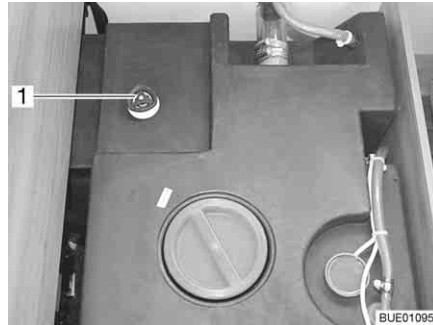

Bild 196 Wassertank mit Drehgriff
- Auf dem Wassertank den Drehgriff (Bild 196,1) im Uhrzeigersinn bis zum Anschlag drehen.
- Auf dem Wassertank den Drehgriff (Bild 196,1) entgegen dem Uhrzeigersinn bis zum Widerstand drehen. Das Wasser läuft bis auf 60 Liter aus.